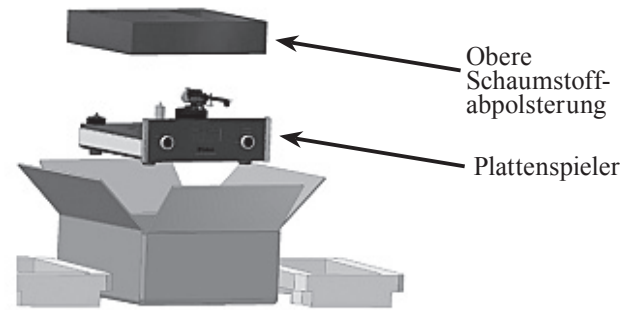

Abbildung 2
2. Öffnen Sie den Plattenspieler-Innenkarton und nehmen die obere Schaumstoffabpolsterung heraus. Siehe Abbildung 2.